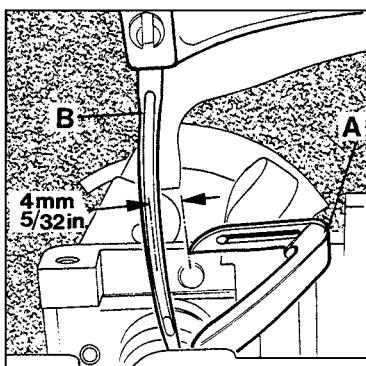

Fig.6
Set the looper (A, Fig. 6) so that the distance from the center of the needle (B) to the point of the looper is not less than 4 mm (5/32") when the looper is at its farthest end position from the needle. Looper gauge No. 21225-4/4.4 can be used advantageously in making this setting.
Stellen Sie den Greifer (A, Fig. 6) so, daß der Abstand von Nadelmitte (B) bis zur Greiferspitze nicht weniger als 4 mm beträgt, wenn der Greifer in der von der Nadel entferntesten Endstellung ist. Die Greifereinstelllehre Nr. 21225-4/4.4 erleichtert diese Einstellung.